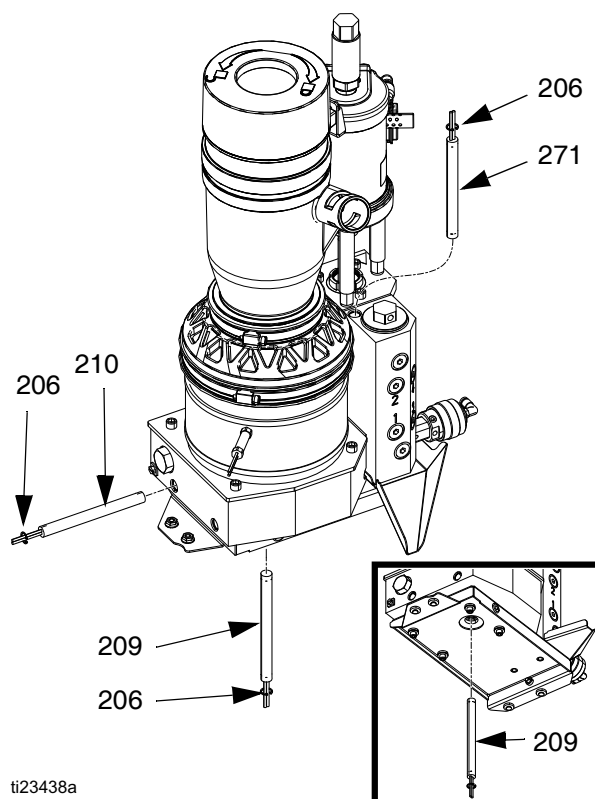

ABB. 42
Platte (siehe ABB. 42)
Wiedereinbau (siehe ABB. 42):
2. Den Heizstab installieren, dann den Haltering (206) installieren. Siehe ABB. 42.